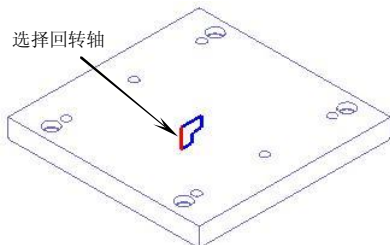
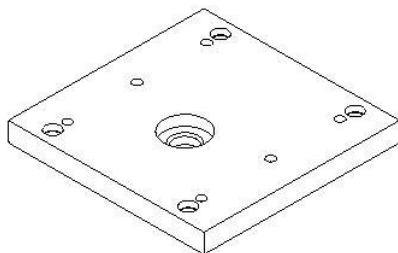

图7-80
图7-81
25. 选择上一步绘制的草图轮廓，在【成形特征】工具条中单击【回转】按钮，弹出【回转】对话框。单击 **MB2**，选择回转轴，如图 7-80 所示，然后在【选择步骤】复选框中选择【求差】选项，单击 **确定** 按钮创建回转切除特征，如图 7-81 所示。